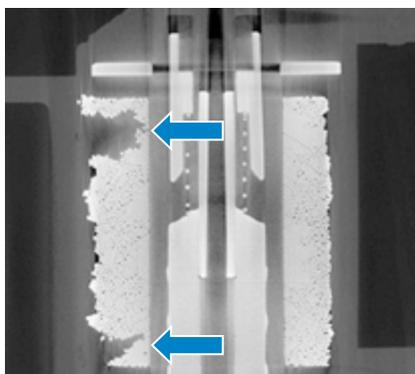

Рис. 7
- «на компьютерной томограмме виден дефект обмотки» (рис. 7)